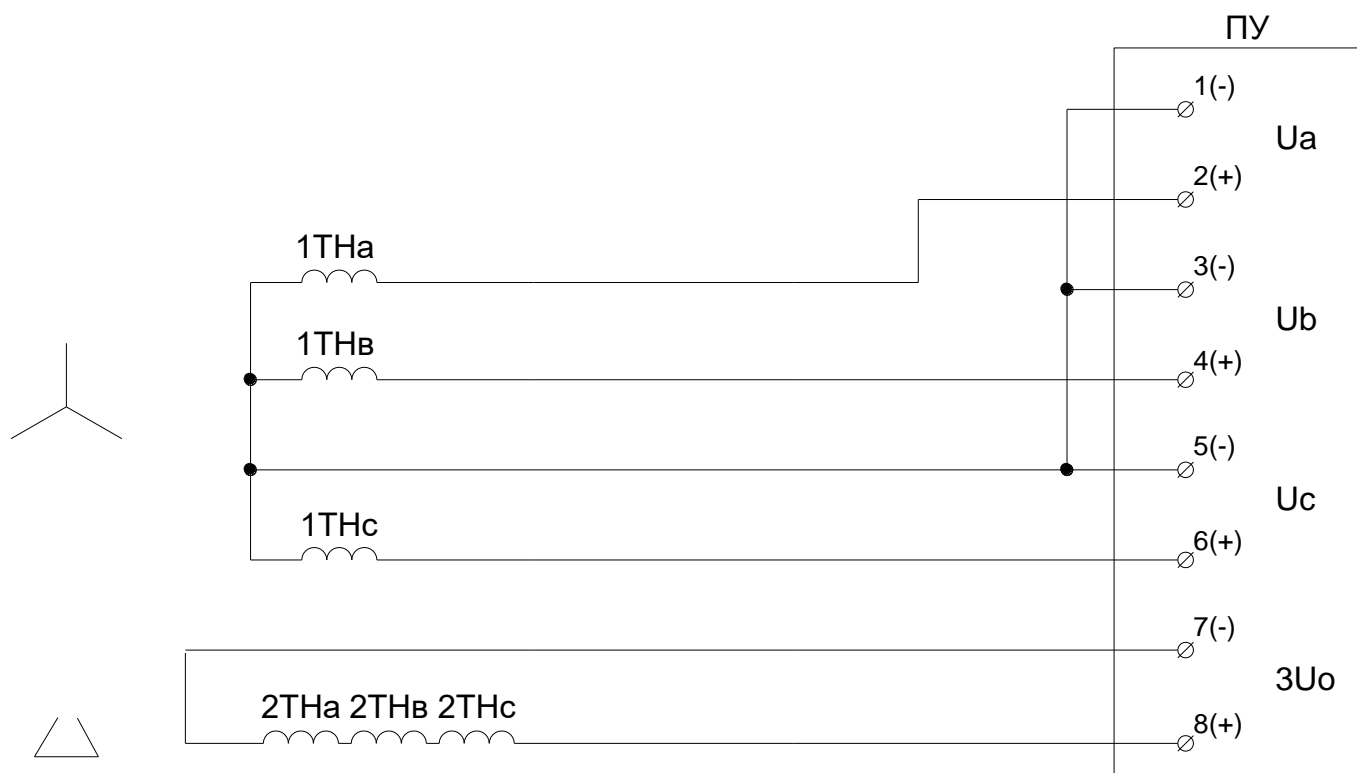

Рисунок 17 Схема подключение цепей напряжения переменного тока, вариант 1
5.4.4.9 Входы аналоговых сигналов для измерения напряжения переменного тока подключить в соответствии со схемой рисунок 17 или 18, в зависимости от схемы подключения звезда или треугольник